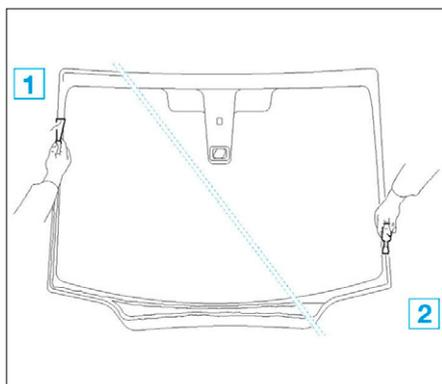

FIG. 82
- Araser le restant de colle sur le pare-brise (Fig.82).